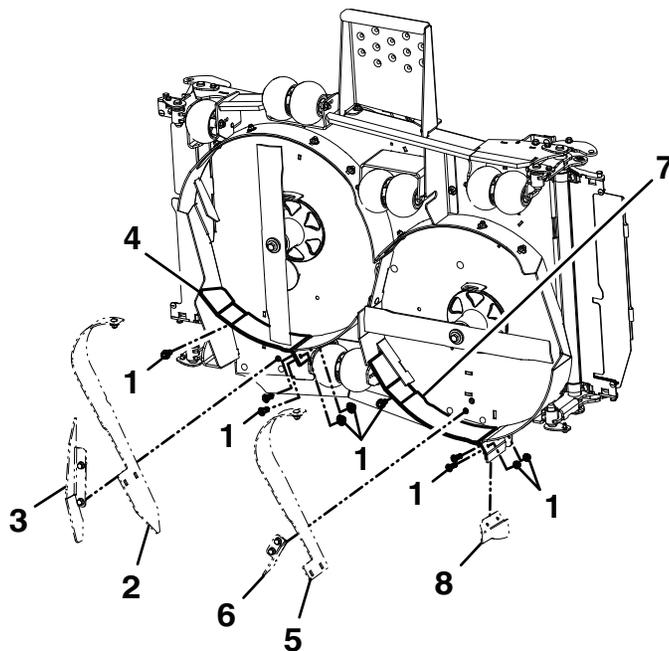

Figure 6
8. Déposez et conservez les deux déflecteurs coudés centraux, le déflecteur anti-colmatage, l'ailette d'éjection, le déflecteur d'éjection et toutes les fixations (voir Figure 6). Montez les déflecteurs de blocage centraux droit et gauche à l'aide des fixations conservées; certaines fixations sont installées dans des inserts filetés. Remettez les fixations restantes non utilisées dans leurs emplacements initiaux.